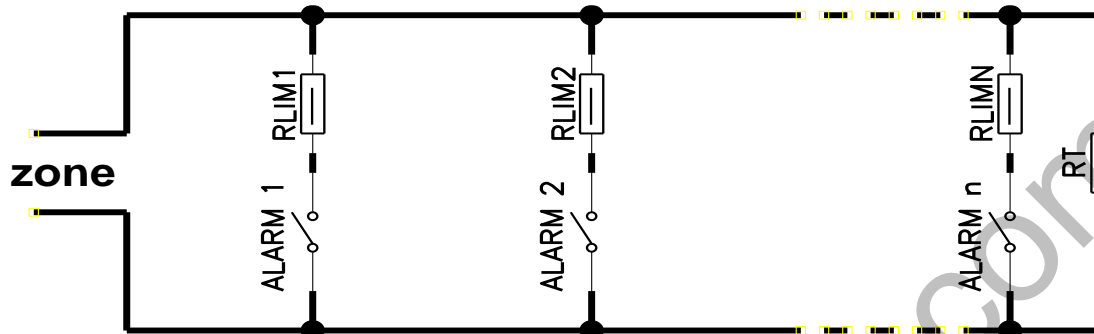

Рис. 5
Сигналы тревоги на всех подключенных приемниках будут обрабатываться по ИЛИ (OR), т. е. при тревоге хотя бы в одном подключенном приемнике шлейф, к которому подключен общий сигнал тревоги, будет в тревоге. Если тревоги отсутствуют, то ток шлейфа будет ограничен оконечным резистором (RT на рис. 5) и сопротивлением проводов и шлейф должен быть в состоянии покоя.